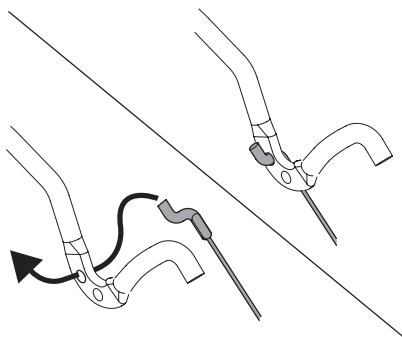

Figure 19
- Il y aura alors assez de mou dans le câble du levier de contrôle pour vous permettre de saisir le raccord en Z avec votre main afin de le déplacer du trou avant au trou arrière du levier de contrôle. Voir Figure 19.